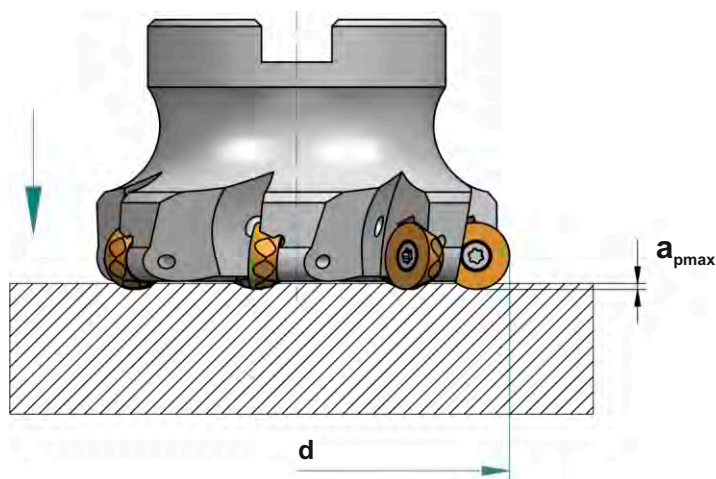

Рис. 1.
1. Продольное фрезерование в сплошном материале с осевой подачей - рис. 1.